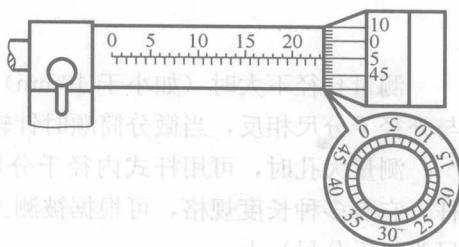

图 1.2.12 外径千分尺的刻线原理
3) 外径千分尺的刻线原理。测微螺杆的螺距为 0.5mm。固定套管上每相邻两刻线轴向每格长为 0.5mm。当微分筒转 1 圈时，测微螺杆就移动 1 个螺距 0.5mm。微分筒圆锥面上共等分 50 格，微分筒每转 1 格，测微螺杆就移动  $\frac{0.5\text{mm}}{50} = 0.01\text{mm}$ ，所以千分尺的测量精度为 0.01mm，如图 1.2.12 所示。